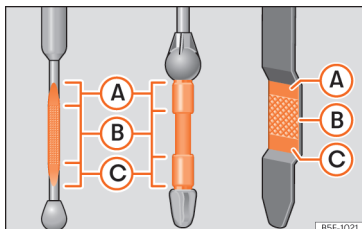

Abb. 270 Ölmesstab
- Den Messstab anschließend wieder herausziehen und den Ölstand ablesen »» Abb. 270. Füllen Sie gegebenenfalls Motoröl nach.
- Wenn der Ölstand mindestens den Bereich » » **Abb. 270 (B)** erreicht hat, vorsichtig den Deckel des Einfüllstutzens aufschrauben » » **!**
Liegt der Ölstand über dem Bereich » » **Abb. 270 (A)**, starten Sie den Motor bitte
Der Ölstand darf keinesfalls über dem Bereich » » **Abb. 270 (A)** stehen, andernfalls könnte Öl über die Entlüftung der Motorölwanne angesaugt werden und über die Abgasanlage in die Atmosphäre gelangen.